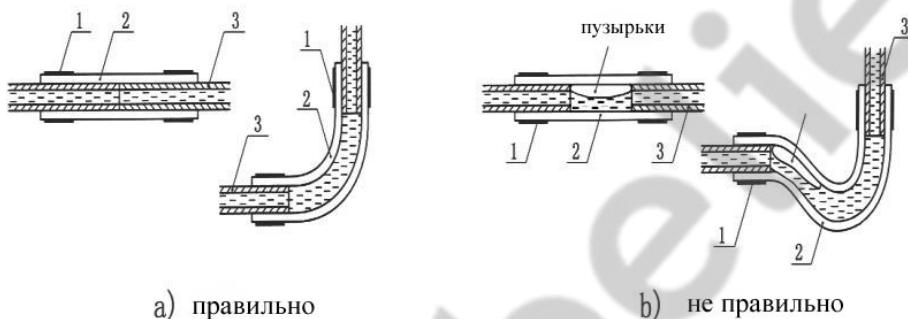

Рис. 15
4.4.5.4 Фитинги для топливной трубы, поставляемые вместе с печкой, должны быть использованы для соединения топливной трубы и топливного насоса, топливной трубы и печки, топливной трубы и трубы подачи топлива из бензобака, топливной трубы и переводным тройником. Крепление топливной трубы осуществляется соответствующими зажимами. В местах крепления необходимо избавиться от пузырьков воздуха (Рис. 15).